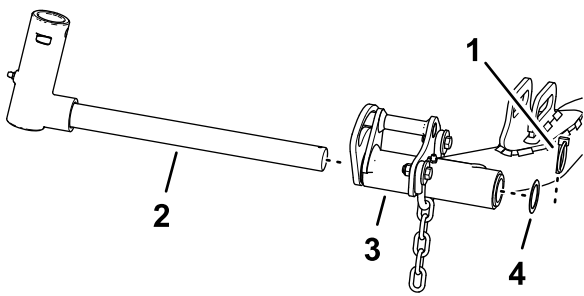

Figura 27
- Retire el pasador de seguridad y la arandela que fijan el brazo giratorio al brazo de elevación, y retire el brazo giratorio del brazo de elevación (Figura 27).